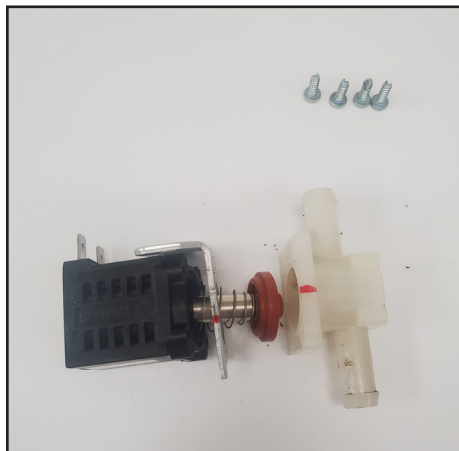

Рис. 3. Разделить катушку, кронштейн, плунжерный узел и корпус клапана.
3. Аккуратно разделить катушку, кронштейн, плунжерный узел и корпус клапана. См. рис. 3.